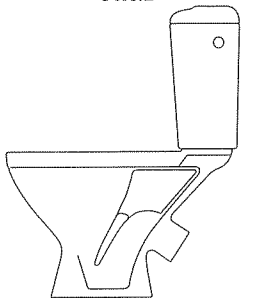

Рис.4
- ун. воронкообразный с косым выпуском с цельноотлитой полочкой (рис. 4),